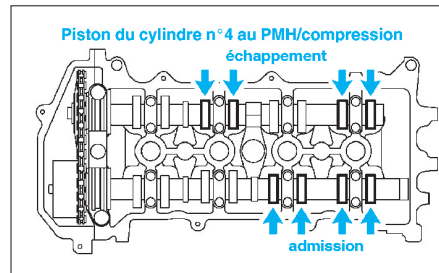

FIG. 24
- Utiliser un jeu de cale et mesurer (uniquement les soupapes indiquées) l'espace entre le poussoir de soupape et l'arbre à cames (fig. 24).